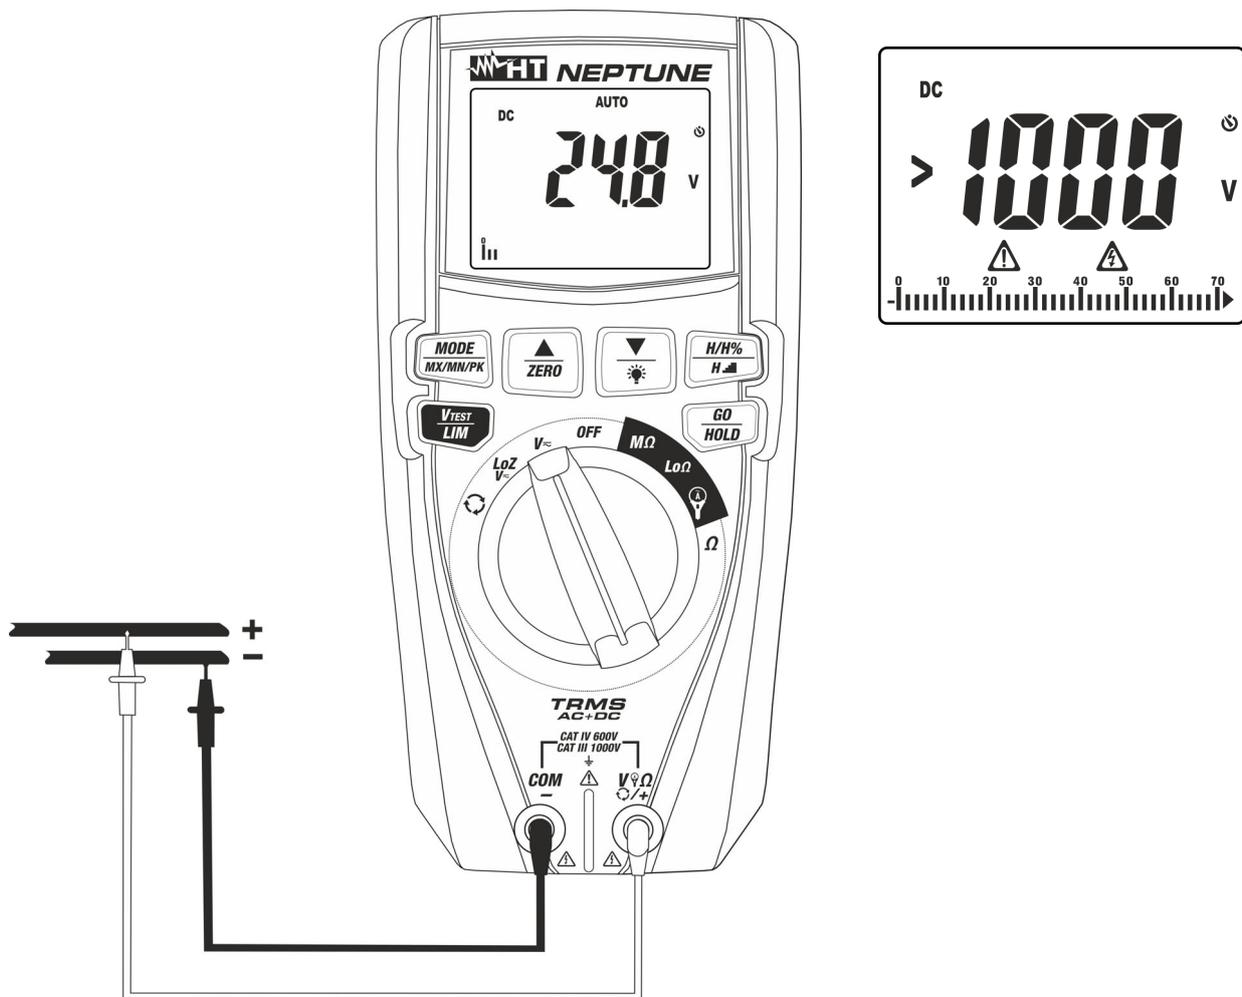
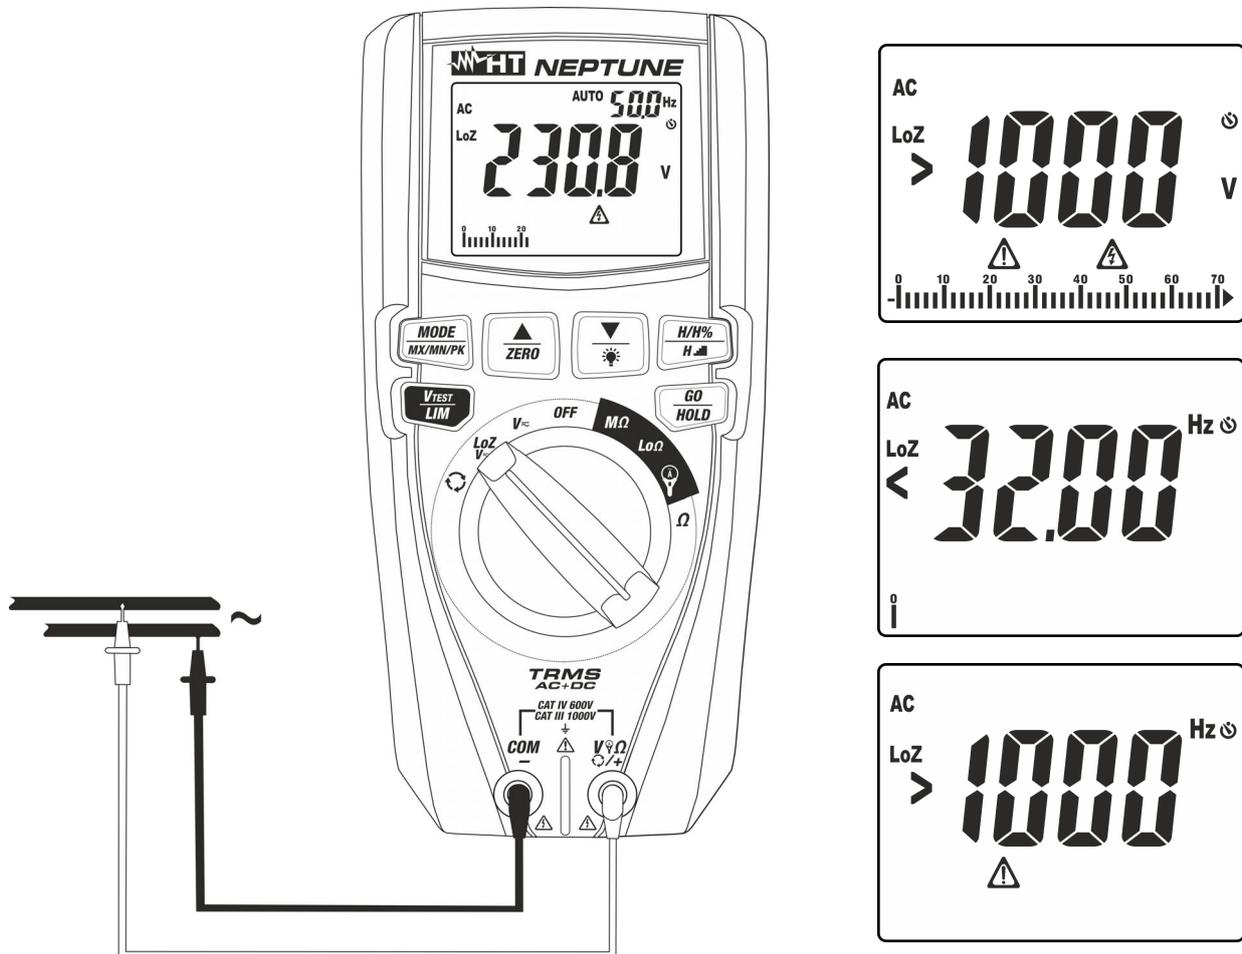

Fig. 6: Uso do instrumento para medir Tensões CC
Fig. 8: Uso do instrumento para medir Tensões CA/CC com a função LoZ
3. Colocar a ponteira vermelha e a ponteira preta respetivamente nos pontos com potencial positivo e negativo do circuito em exame (ver Fig. 6). O valor da tensão é apresentado no display
4. Se no display aparecer a mensagem ">1000V" (ver Fig. 6) atingiu-se o fundo de escala do instrumento
5. A visualização do símbolo "-" no display do instrumento indica que a tensão tem sentido oposto em relação à ligação da Fig. 6.
4. Colocar a ponteira vermelha e a ponteira preta respetivamente nos pontos do circuito em exame (ver Fig. 8) para a medição da tensão CA ou nos pontos com potencial positivo e negativo do circuito em exame (ver Fig. 6 para a medição da tensão CC). O valor da tensão é apresentado no display. Na parte superior direita do display é apresentado o valor da frequência da tensão. Premir o botão **MODE/MX/MN/PK** para visualizar o valor da frequência com maior resolução.
5. Se no display aparecerem as mensagens "<32Hz" ou ">1000Hz" (ver Fig. 8) o valor da frequência está fora do intervalo da medição **32Hz ÷ 1000Hz**
6. A visualização do símbolo "-" no display do instrumento indica que a tensão tem sentido oposto em relação à ligação da Fig. 6